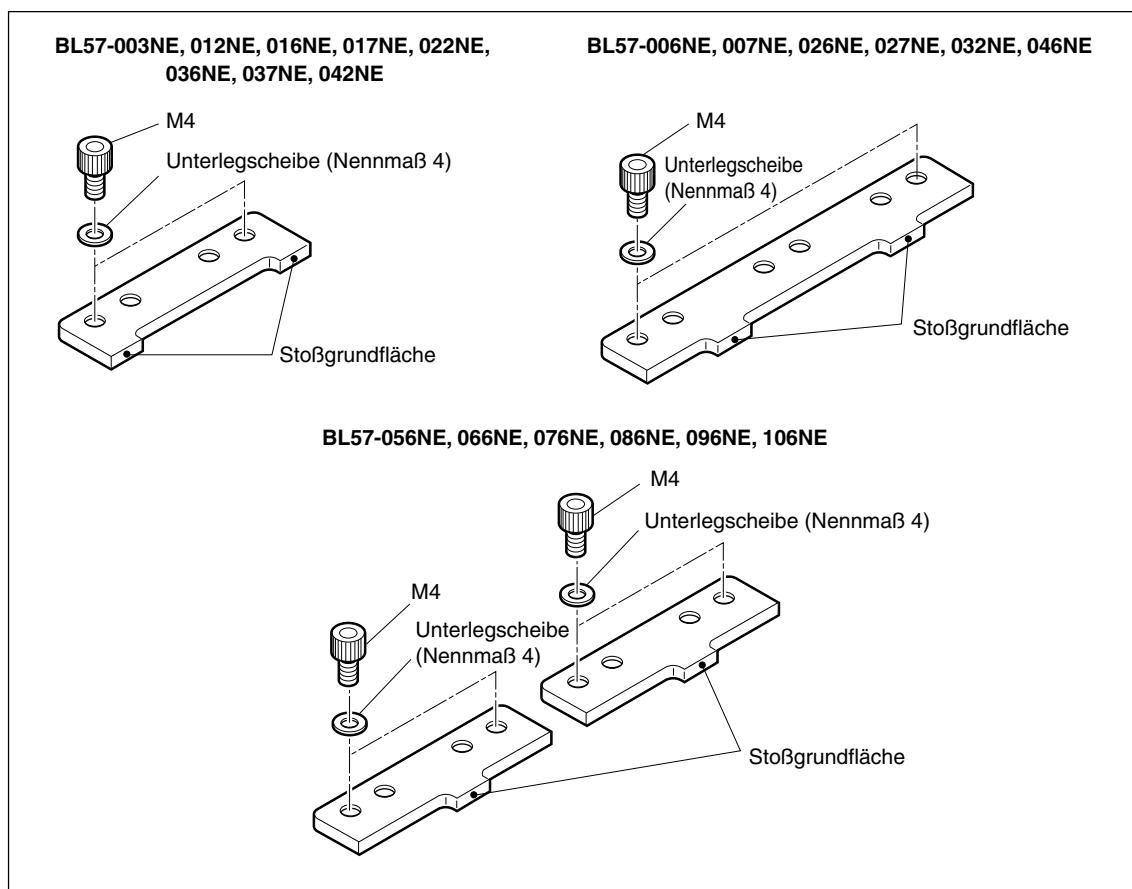

Abb. 3-5
- 4** Schieben Sie den Maßstab zwischen Maßstabsklammer und Montagefläche ein, während Sie seine Bezugsfläche (siehe Abb. 3-5) leicht gegen die Stoßgrundfläche drücken (Hinweis). Ziehen Sie die in der Abbildung mit A und B gekennzeichneten Schrauben der Maßstabsklammer schrittweise und abwechselnd an. (Verwenden Sie nur die linke Maßstabsklammer für Klammer mit zwei Schrauben, und die mittlere Maßstabsklammer für Klammer mit drei Schrauben.) (Endanzugsmoment: 1,4 N · m)